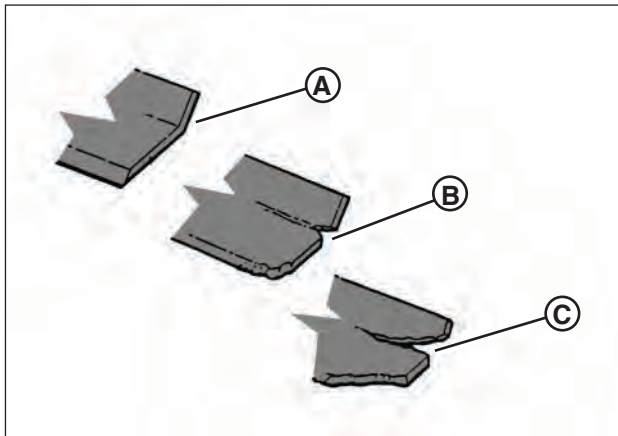

Figure 34: Limites d'usure de lame de tondeuse
1. Inspecter fréquemment la lame pour détecter d'éventuels signes d'usure excessive ou des dommages (Figure 34) :
3. Inspecter l'état de la lame (Figure 34).